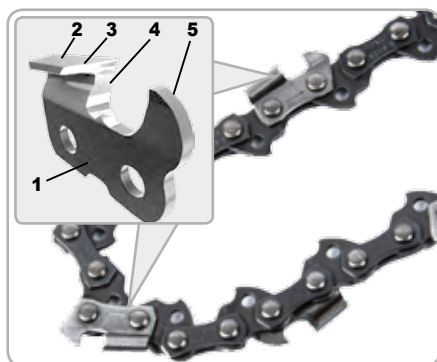

Fig.2
- Setați înălțimea de așezare a corpului dispozitivului (12) prin reglarea șurubului de reglare a adâncimii (13) astfel încât 1/5 din diametrul pilei să fie deasupra feței superioare a dintelui tăietor (poz.2 Fig.2).